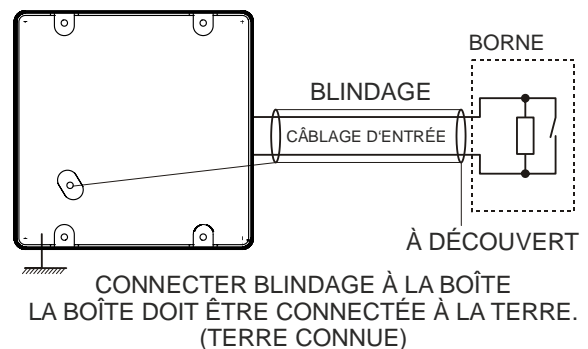

Figure 9 Blindage des entrées
- 17. Raccorder le blindage du câblage du commutateur à la terre (à une extrémité uniquement, consulter la Figure 9). Pour les commutateurs multiples sur la même entrée, connecter ensemble les blindages entrants et sortants d'une manière acceptable. Isoler les blindages, ne pas effectuer de connexion avec l'appareil ou le boîtier arrière.